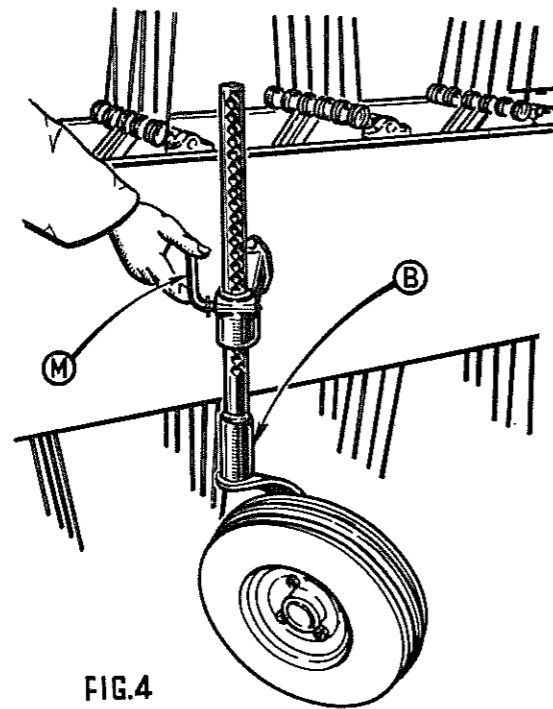

FIG.4
- La position des roues arrière se règle comme suit (voir fig.4) : dévisser la manivelle (M) de verrouillage et mettre le bras (B) à la position voulue en s'aidant du relevage hydraulique du tracteur. Bloquer la manivelle (M) après le réglage.